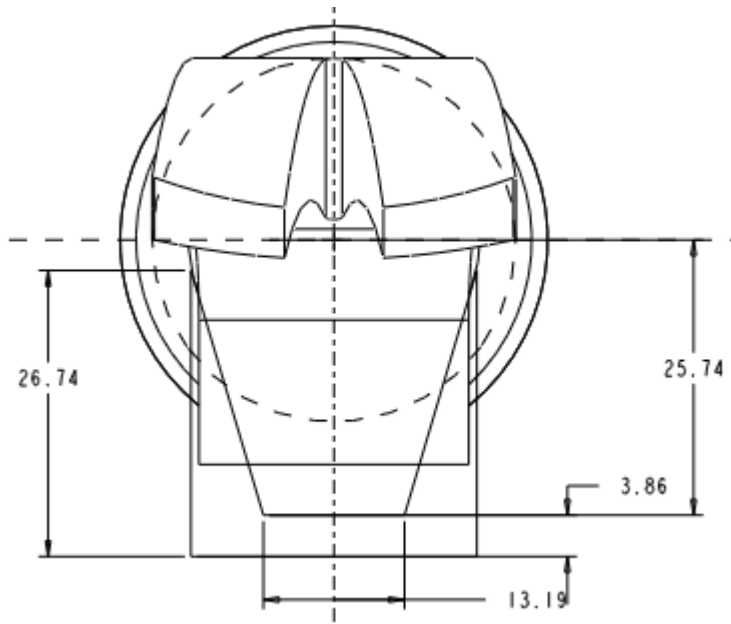

图 40-36
- (3) 选择基准平面 DTM1 为草绘平面,绘制如图 40-36 所示的截面。